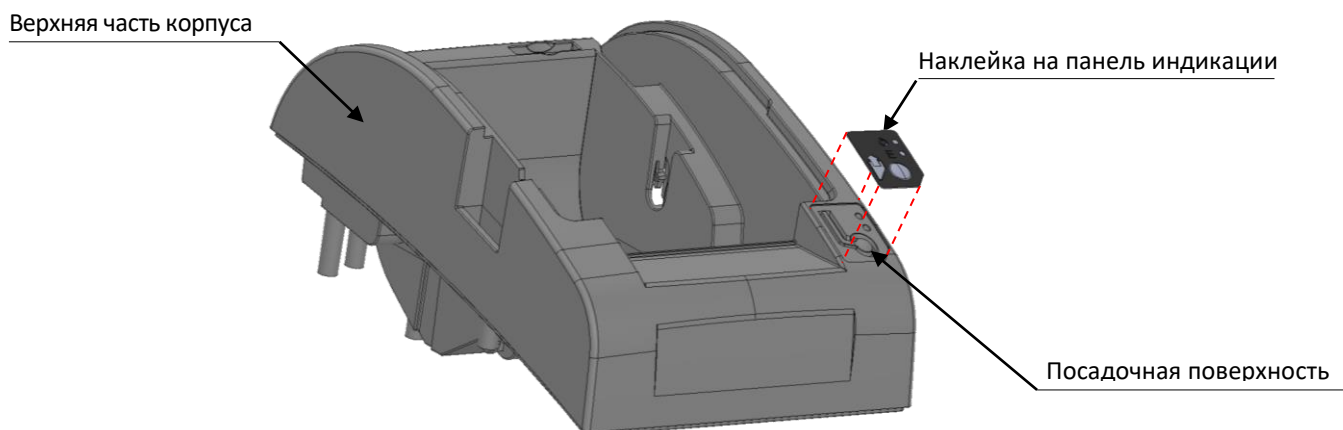

Рисунок 18. Посадочная поверхность верхней части корпуса изделия
- **Наклейка на панель индикации** устанавливается на верхнюю часть корпуса. Установка наклейки производится на посадочную поверхность верхней части корпуса изделия (см. рисунок 18), которую предварительно необходимо тщательно обработать спиртом и вытереть насухо мягкой тканью.